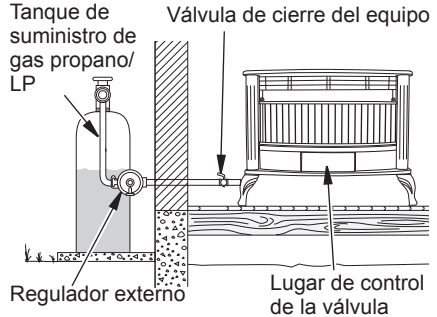

Figura 13 - Suministro de gas Propano/LP
3. Revise todas las uniones desde el medidor de gas, tanto para suministro de gas natural o propano/LP, hasta la válvula de cierre del equipo (consulte la figura 13 o 14). Aplique en todas las uniones algún líquido de detección de fugas que no sea corrosivo. La formación de burbujas indicará una fuga.
4. Revise todas las uniones entre la válvula de cierre del equipo y válvula de gas del termostato (consulte la figura 13 o 14, página 44). Aplique en todas las uniones algún líquido de detección de fugas que no sea corrosivo. La formación de burbujas indicará una fuga.